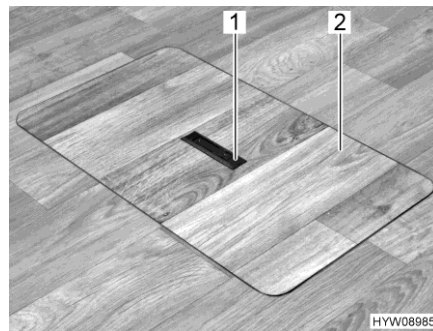
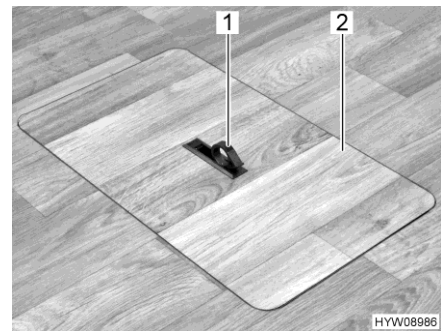

Fig. 44 Copertura vano pavimento (maniglia abbassata)
Fig. 45 Copertura vano pavimento (maniglia estratta)
- Spingere la piastra di presa (Fig. 44,1) verso il basso da un lato. La maniglia (Fig. 45,1) viene ruotata verso l'alto.
- Alzare la copertura (Fig. 45,2).
- Collocare la copertura (Fig. 45,2) nell'intelaiatura presente sul fondo.